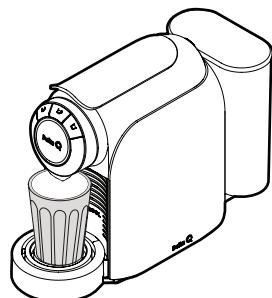

Fig. 15: Estrazione di bevande in bicchiere alto.
- Posizionare un bicchiere alto sul vassoio per appoggiare le tazze, sotto il becco di estrazione (vedere **Fig. 15**).